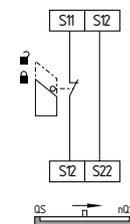

Fig. 15
**Control de monitorización de un resguardo de seguridad mediante un solo canal con dispositivo de enclavamiento según EN ISO 14119 (véase fig. 15)**